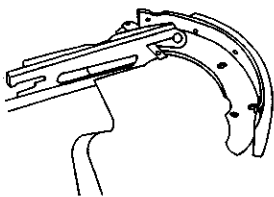

图 3-257 拆卸制动蹄定位弹簧
11) 把带压力杆的制动蹄卡紧在台虎钳上, 拆下定位弹簧, 取下制动蹄, 如图 3-257 所示。